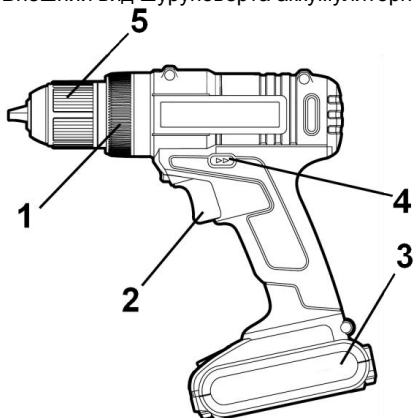

Рисунок 1
5.1.2 Установите необходимый крутящий момент с помощью кольца регулятора момента затяжки (1) (см. рисунок 1).
5.3 Для включения изделия нажмите на клавишу выключателя (2) (рисунок 1). Для отключения изделия следует клавишу отпустить. Регулировка скорости вращения патрона осуществляется степенью нажатия на клавишу выключателя.